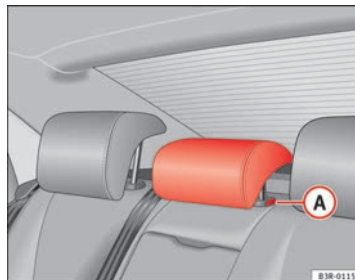

Fig. 113 Plaza central del asiento trasero: Apoyacabezas
- Oprima el botón **(A)** ⇒ fig. 113 y descienda el apoyacabezas.
- Apriete la tecla **(A)** ⇒ fig. 113 y, al mismo tiempo, extraiga el apoyacabezas.